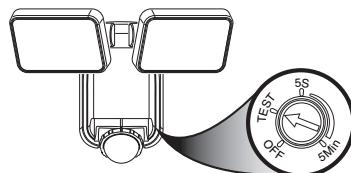

Figura 9
**IMPORTANTE:** Gire el cuadrante de control de la parte lateral del detector a la posición OFF y deje que la pila se cargue de 3 a 7 días de sol intenso antes de probar (vea la Figura 9).
1. Gire el cuadrante de control a la posición TEST (vea la Figura 9).